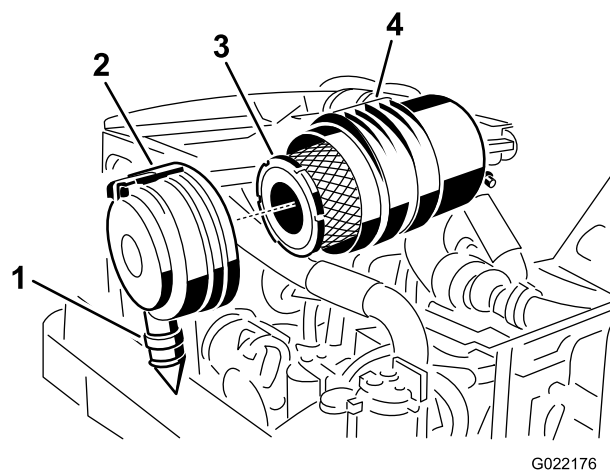

Figure 81
4. Déposez le préfiltre (Figure 81).